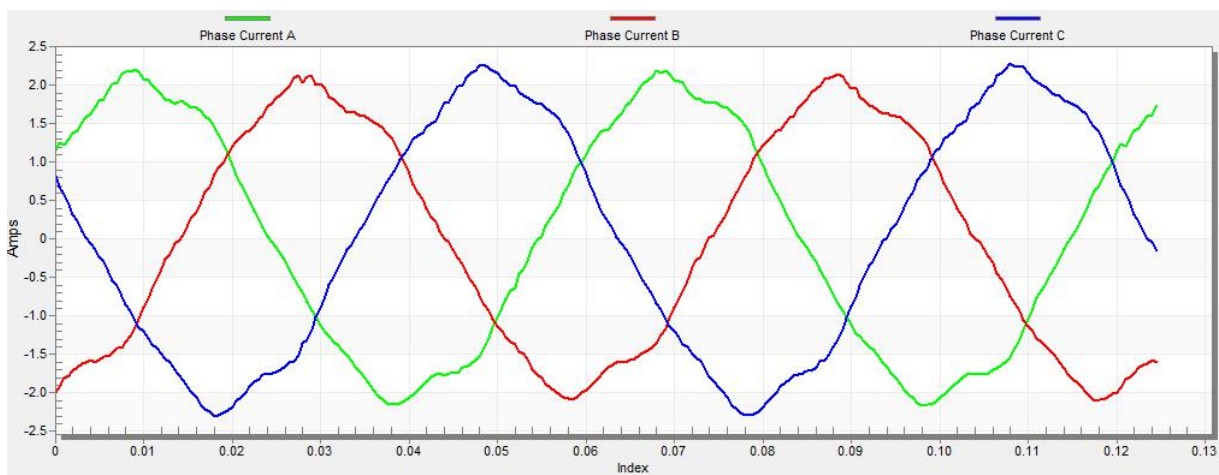

图23. 相电流
- 可以通过直接更改V/Hz因子或使用“UP/DOWN”按钮来找到V/Hz曲线的最佳比率。电动机电流的形状应接近正弦形状（见图23）。